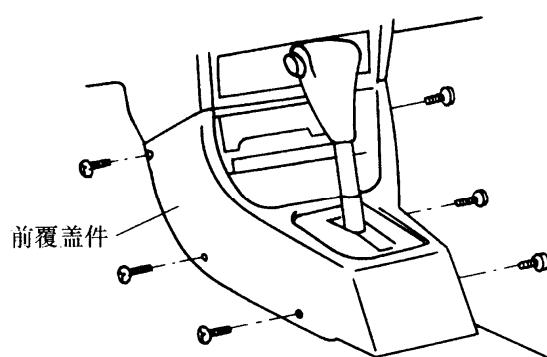

图 10-43 拆下覆盖件
(1) 断开蓄电池负极电缆。
(2) 脱开安全气囊系统。
(3) 拆下螺钉及卡子，拆下后覆盖件，再拆下前覆盖件，见图 10-43。